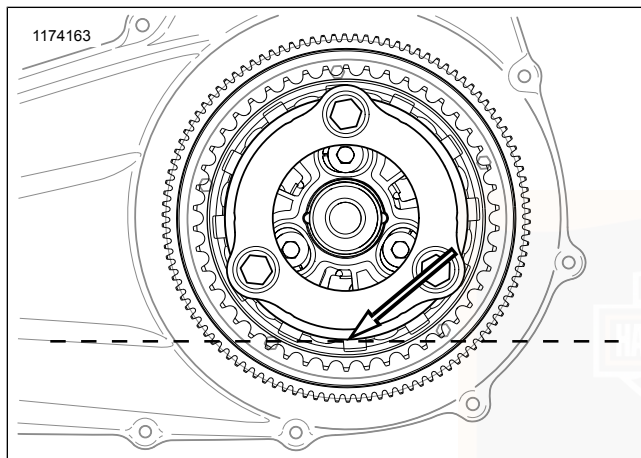

Figure 57. Niveau du lubrifiant de carter de chaîne primaire
- b. Voir Figure 57. Le niveau correct est environ en bas du diamètre extérieur du plateau d'embrayage.